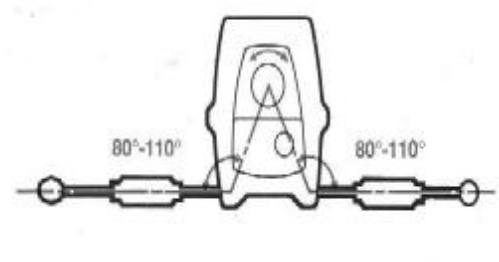

Fig. 6
* Fitting of two torque arms in opposite direction is necessary for applications with reversible direction of rotation (fig. 6).
* Le montage de 2 bras de réaction en direction opposée est réalisable pour des applications à sens de rotation réversible (voir fig. 6).
* 2 Drehmomentstützen können ebenfalls in gegengesetzter Richtung befestigt werden, für Anwendungsfälle mit umkehrbarer Drehrichtung (siehe Fig. 6).
* 2 reaktiestangen kunnen in tegengestelde richting bevestigd worden voor toepassingen met omkeerbare draairichting (zie fig. 6).